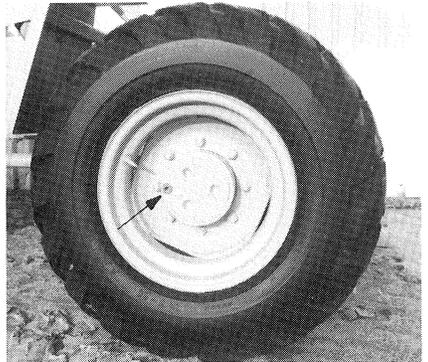

FIG. 45
- 2-Dévisser le bouchon du réducteur planétaire. Fig.45/flèche. Le niveau doit atteindre l'orifice du bouchon.
- 2-Tourner la roue pour placer le bouchon fig. 45/flèche tout à fait en bas. Dévisser le bouchon.